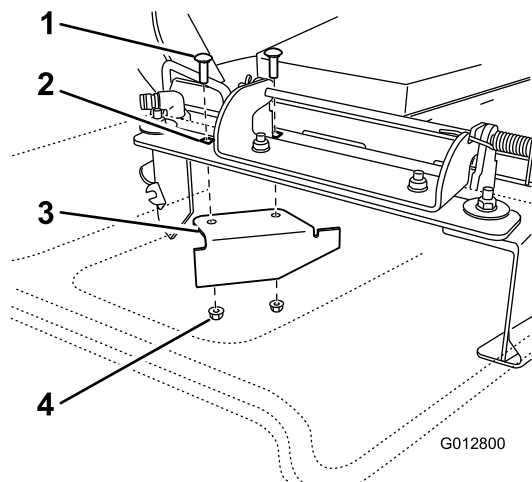

Figura 35
11. Localice el tabique en la bolsa de piezas sueltas. Retire las fijaciones de los taladros traseros de la placa de descarga. Instale el deflector en el orificio de descarga lateral de la carcasa de corte (Figura 35).